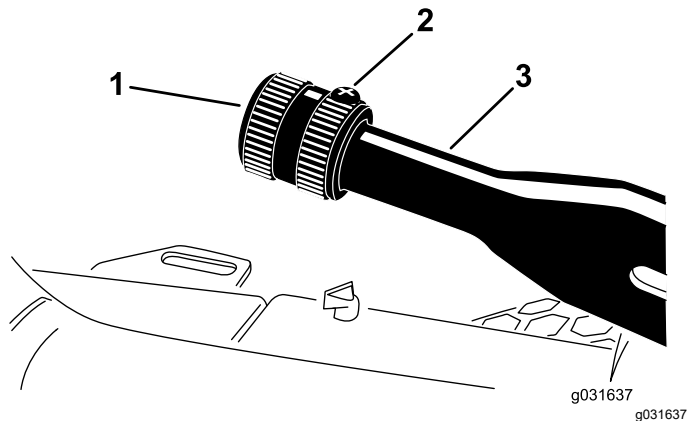

Figura 61
1. Slăbii urubul care fixează butonul pe maneta frânei de parcare (Figura 61).